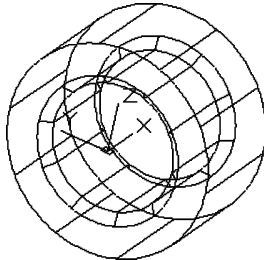

图 13-38 设置视图方向
(6) 设置视图方向。选择菜单栏中的“视图”→“动态观察”→“自由动态观察”命令，将当前视图调整到能够看到轴孔的位置，结果如图 13-38 所示。